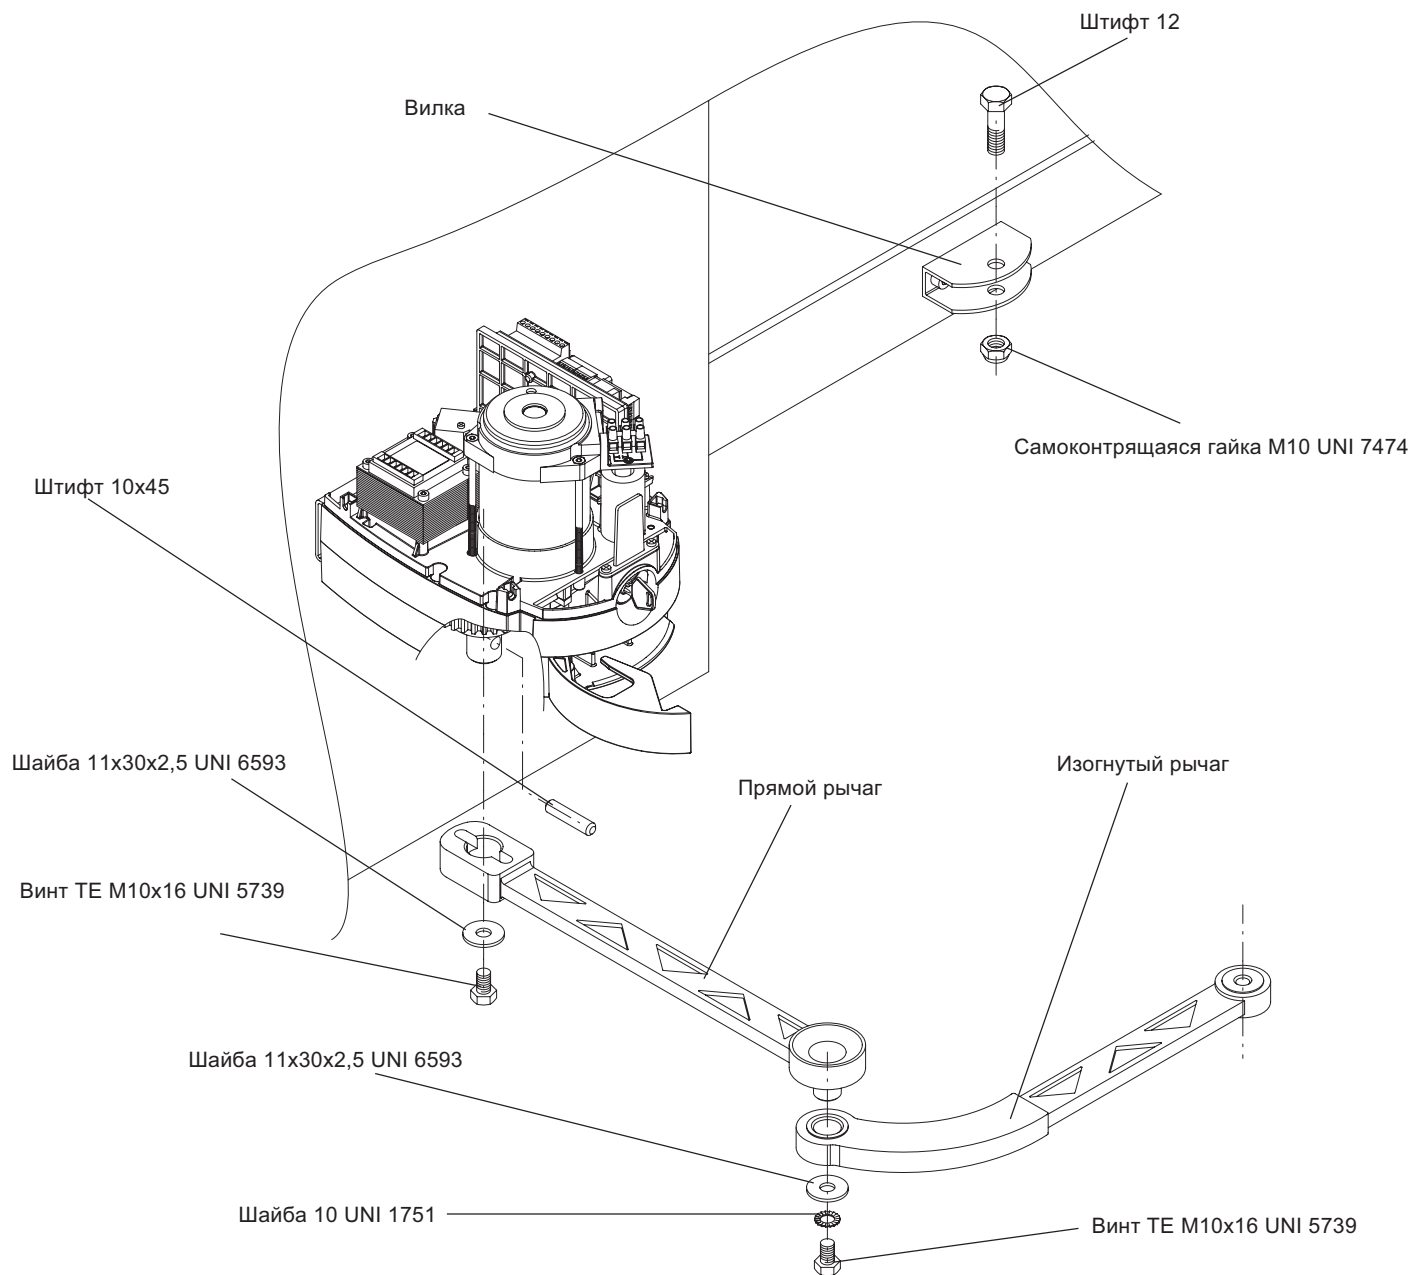

Рис. 4
7. Позиционирование рычага ВС (Рис. 4)
Монтировать рычаг в соответствии со схемой рис. 4.